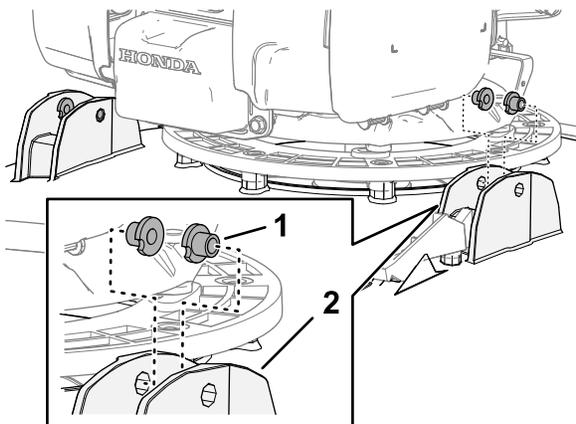

図 5
1. 刈り込みデッキのハンドルバー用フランジにT字ブッシュ2個を取り付ける図5。